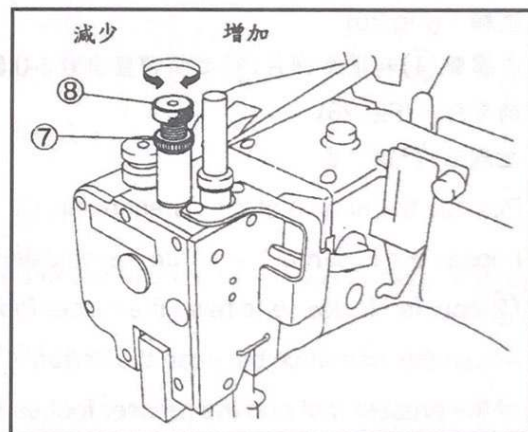

Fig.24
放鬆螺母⑦然後用壓腳柱螺帽⑧來調壓力。(Fig.24)
- 增加壓腳壓力時，順時間調整螺帽⑧。
- 減少壓腳壓力時，逆時間調整螺帽⑧。